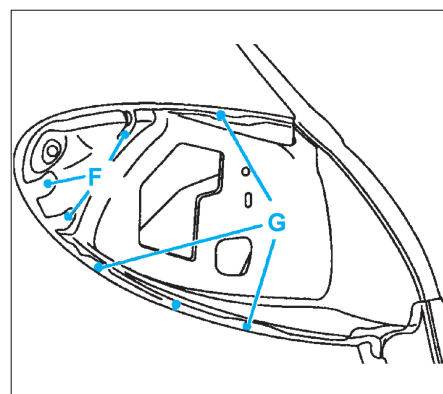

FIG. 114
- par points électriques suivant (F) (avec l'équipement AB1) (Fig.114),